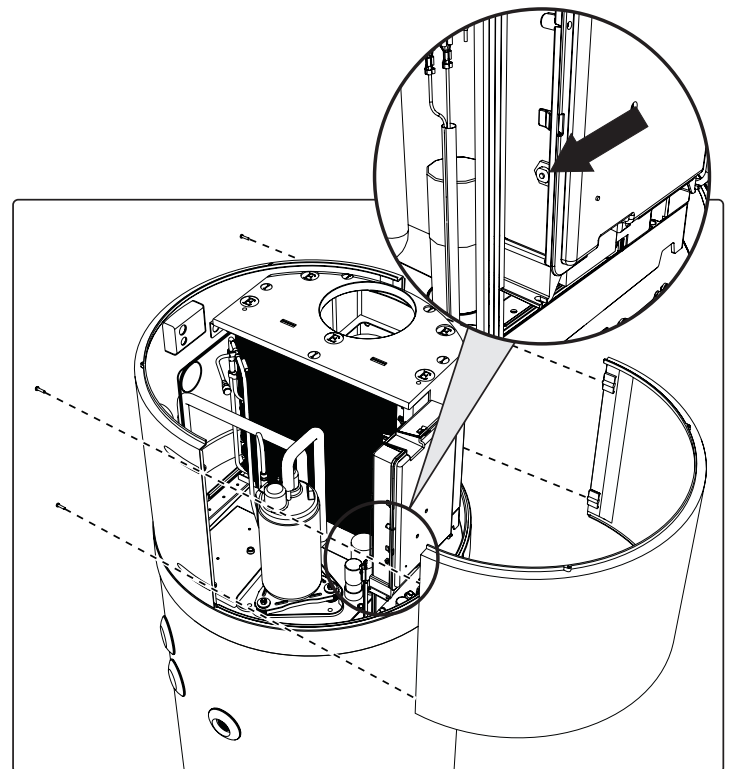

Abb. 28 - Entfernen der Frontplatte
- Entfernen Sie die Frontplatte und setzen Sie das ausgelöste Sicherheitsthermostat manuell zurück (Abb. 28). Im Fall eines Auslösens steht der zentrale Stift des Thermostats ungefähr 2°mm heraus.